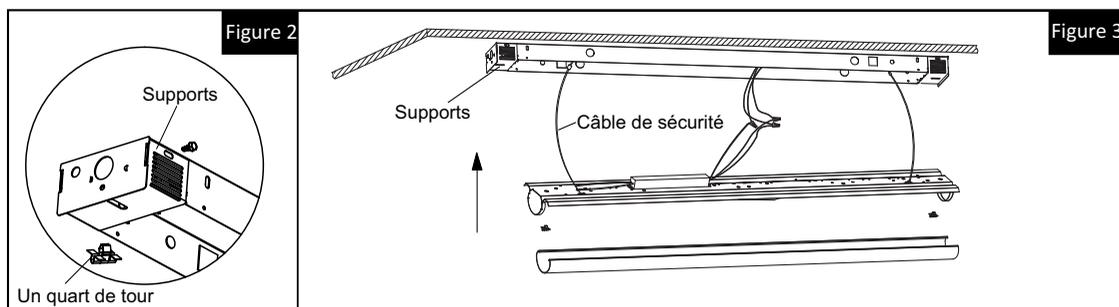

Figure 2
4. Pour les installations de 122 cm (4 pi), rompez les deux pièces de bout du support fourni et installez sur le luminaire **(Fig. 2)**